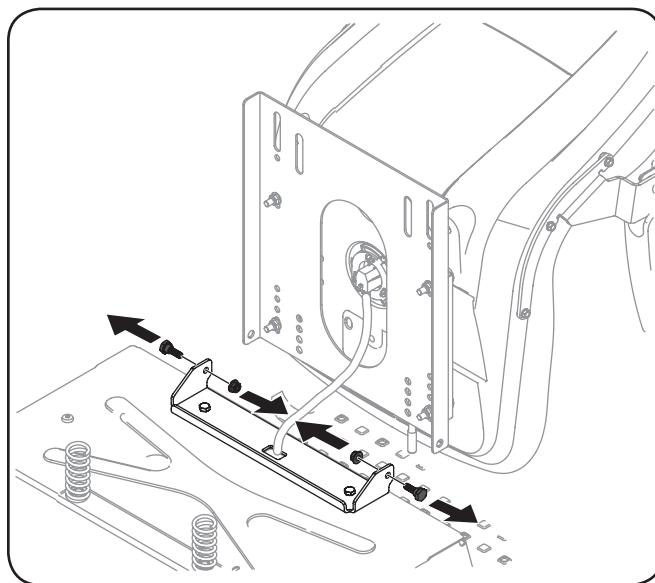

Figure 3-2
2. Retirez les deux boulons à épaulement et les deux écrous autobloquants du support du siège. Voir Figure 3-2.